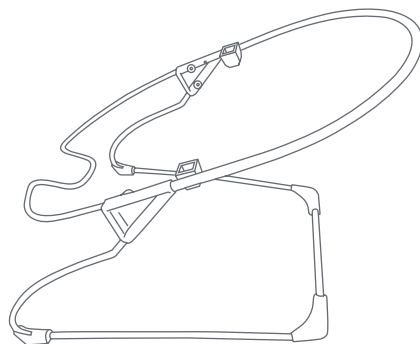

Fig. 5
- 5) • Bouncer frame assembly is complete (Fig. 5).
- El montaje del armazón del rebotador está completo (Fig. 5).
- L'assemblage du cadre du siège sauteur est terminé (Fig. 5).